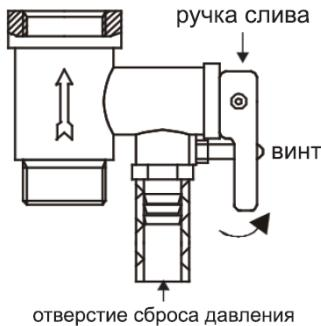

Рисунок 6
4. На входной патрубок, обозначенный голубым цветом и стрелкой направления течения воды, накрутите предохранительный клапан так, чтобы течение воды совпадало с направлением стрелки на корпусе клапана. На отверстие сброса давления предохранительного клапана (см. рисунок 6) оденьте дренажную трубку* для отвода воды (возможно появление при нагревании) в канализацию (трубу необходимо направить строго вниз и запрещено перегибать её).
6. Чтобы слить воду из внутреннего резервуара необходимо, воспользоваться предохранительным клапаном: открутить винт ручки слива предохранительного клапана и перевести ручку слива в верхнее положение, при этом кран выхода горячей воды должен быть открыт, а кран подачи холодной воды в водонагреватель должен быть перекрыт (см. рисунок 6). Из отверстия сброса давления предохранительного клапана потечет вода. Никогда не сливайте воду, если ее температура выше 50°C, т. к. это может привести к ожогам.